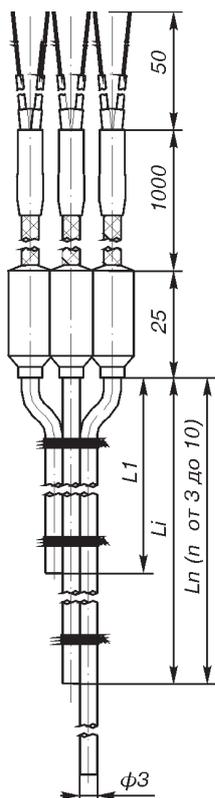
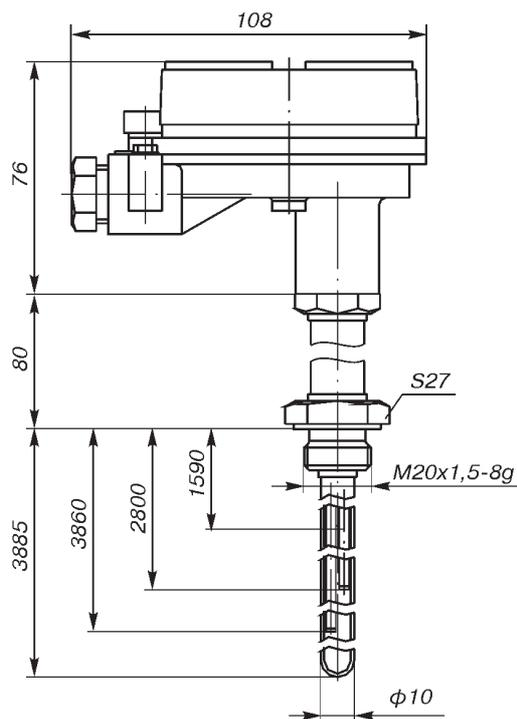

Рис. 1.
Рис. 3.
**Рабочий спай:** изолированный (рис. 1, 2, 3), неизолированный (рис. 1, 2).
**Материал головки:** сплав АК12 (рис.3).
### Материал защитной оболочки кабеля (рис. 1, 2) и защитной арматуры (рис.3)